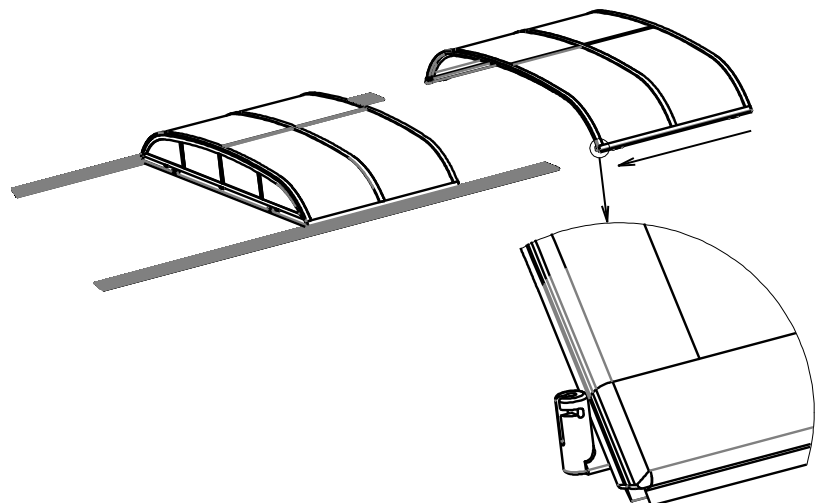

Bild 202
2.3. Segmente werden so eingefasst, dass die Halter der Arretierung zum kleineren Segment zeigen (Bild 202).